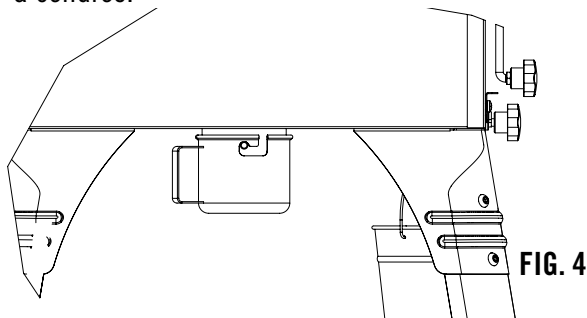

FIG. 4
1. Suspendre le seau de collecte des graisses à son conduit d'évacuation comme indiqué à la Fig. 4.
1. Monter le récipient à cendres comme indiqué à la Fig. 4.